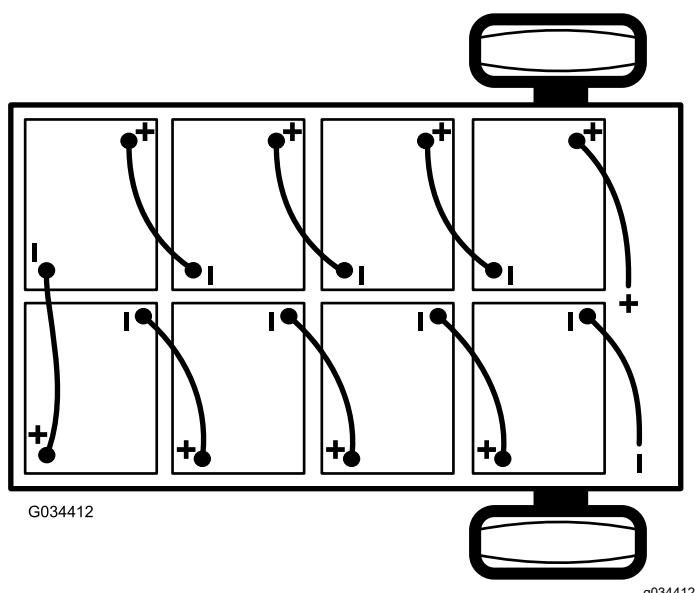

Figura 38
2. Scollegate il cavo negativo principale della batteria (nero) che collega la serie di batterie al punto di messa a terra della macchina (Figura 38).
3. Scollegate il cavo positivo principale della batteria (rosso) che collega la serie di batterie al contactore principale della macchina (Figura 38).
Nota: Prestate attenzione alla polarità delle batterie quando montate le batterie nuove (Figura 38).
6. Collegate le batterie come mostrato in Figura 38 con i cavi interconnessi alle batterie rimossi al punto 1.
2. Collegate il cavo positivo principale (rosso) della batteria tra la serie di batterie e la macchina (Figura 38).
3. Collegate il cavo negativo principale (nero) della batteria tra la serie di batterie e la macchina (Figura 38).